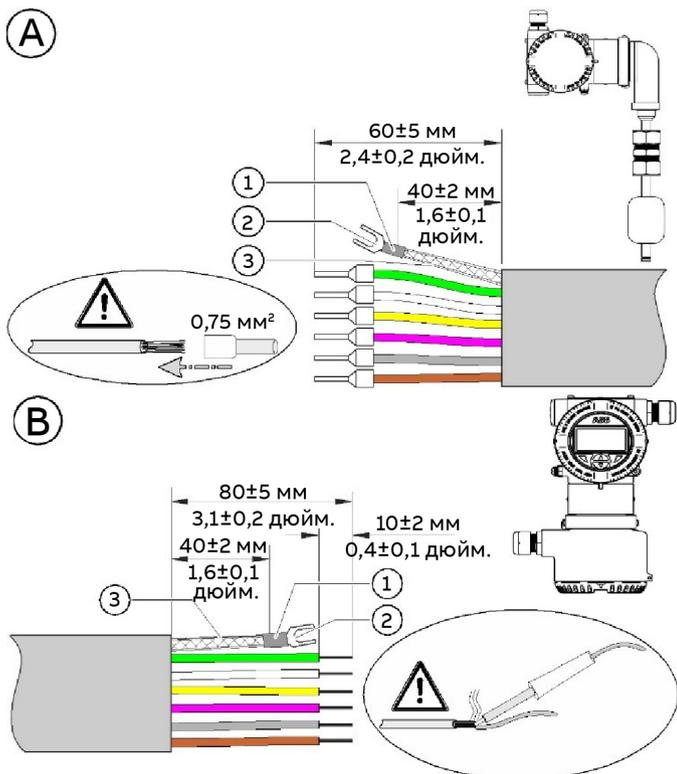

Рис. 21 Размеры сигнального кабеля в мм (дюйм.)
- Снимите идентификационную табличку (см. рис. 21), ослабив крепежный винт в нижнем левом углу.